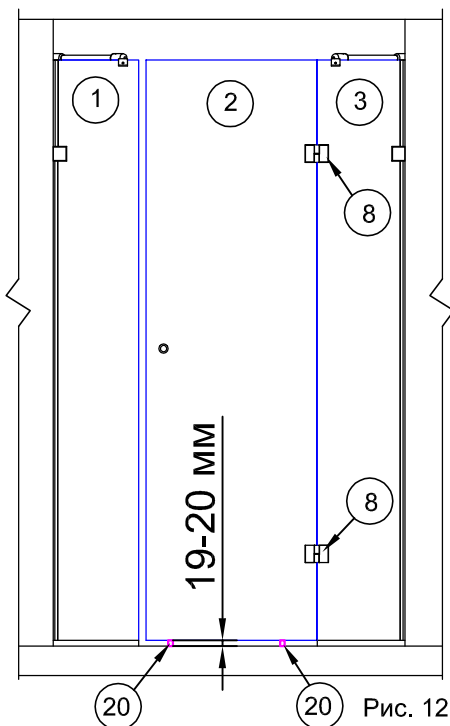

Рис. 12
4.2. На пол в местах установки двери положить технологические дистанционные прокладки №20 толщиной 19-20 мм для обеспечения необходимого зазора между дверью и полом (рис.12).
4.3. На ответные части петель №8 установить прокладки. Установить двери на соответствующее место душевой. Вставить ответные части петель в отверстия под петли на панели №3. С внутренней стороны установить прокладки и фиксирующие пластины. Все стянуть винтами (рис.12).